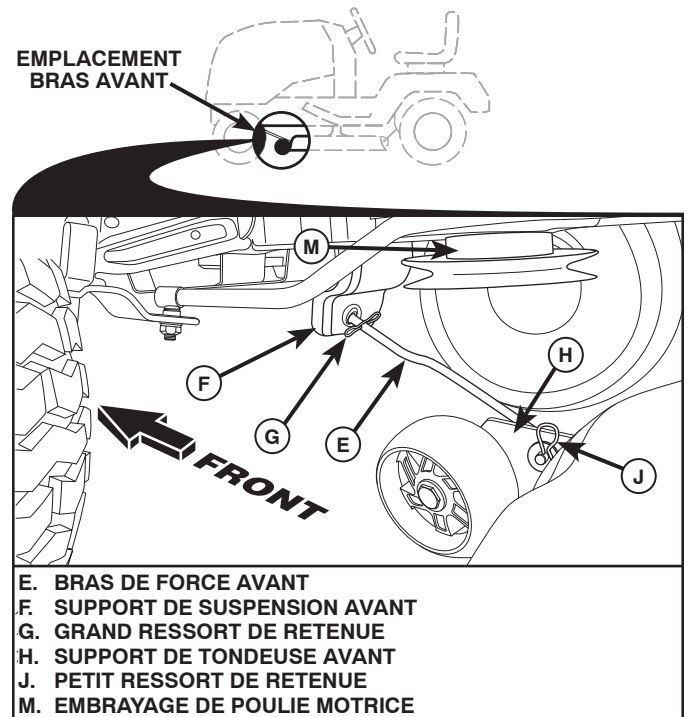

Fig. 14
8. ATTACHER LE BRAS AVANT (E) (Voir la Fig. 14)
- Depuis le devant du tracteur, insérer l'extrémité de la tige du bras avant (E) dans le trou dans le support de suspension avant du tracteur (F).
- Déplacer vers le côté gauche de la tondeuse et insérer un grand ressort de retenue (G) dans le trou devant le bras (E) derrière le support de suspension avant (F).
- Insérer une autre extrémité du bras (E) dans le trou dans le support avant de la tondeuse (H) et fixer avec une rondelle et un petit ressort de retenue (J).